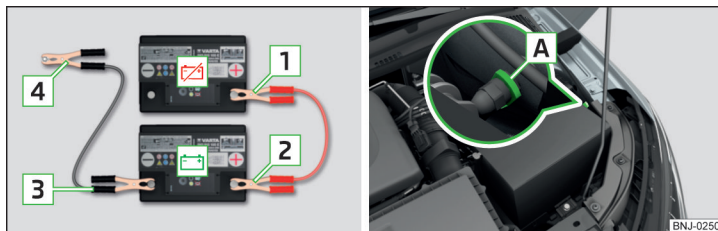

Fig. 267 Ayuda de arranque: - batería descargada, - batería que suministra corriente / punto de masa del motor en el sistema START-STOP
- En vehículos **con** el sistema START-STOP, fijar el borne **4** en el punto de masa del motor **A** » fig. 267.